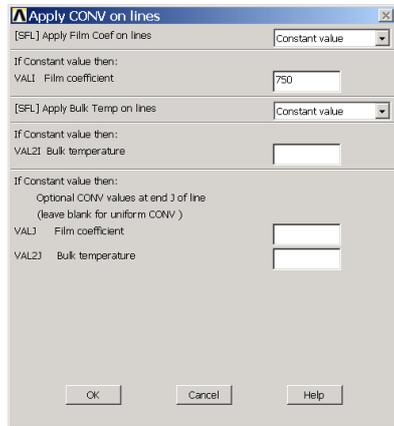
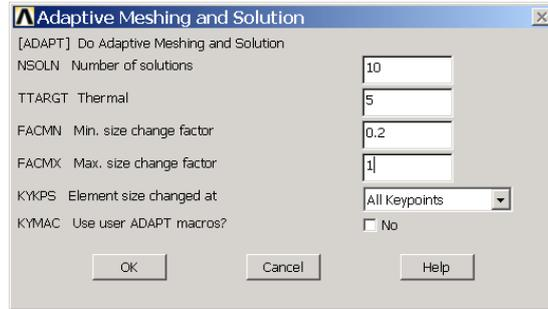

图4.87 定义边界条件
图4.88 自适应网格划分选项
(9) 单击 Main Menu>Preprocessor>Loads>Define Loads>Apply>Thermal>Convection>On Lines 菜单, 选择线 L2、L3 和 L4, 然后弹出如图 4.87 所示的对话框。在【Film coefficient】文本框中输入“750”, 单击【OK】按钮。
(10) 单击 Main Menu>Preprocessor>Meshing>Size Cntrls>SmartSize>Basic 菜单, 在弹出的对话框中, 选择【Size Level】下拉列表框的【Off】选项, 关闭 Smartsize 自动分网功能。
(11) 以上已经建立了模型并定义了边界条件, 下面就可以进行自适应网格划分了, 单击 Main Menu>Solution>Solve>Adaptive Mesh 菜单, 弹出如图 4.88 所示的对话框。在【Number of solutions】文本框中输入“10”, 表示循环 10 次; 在【Thermal】文本框中输入“5”, 表示误差控制在 5%; 在【Min. size change factor】和【Max. size change factor】文本框中分别输入“0.2”和“1”, 表示网格大小比例在 0.2 到 1 之间循环。然后单击【OK】按